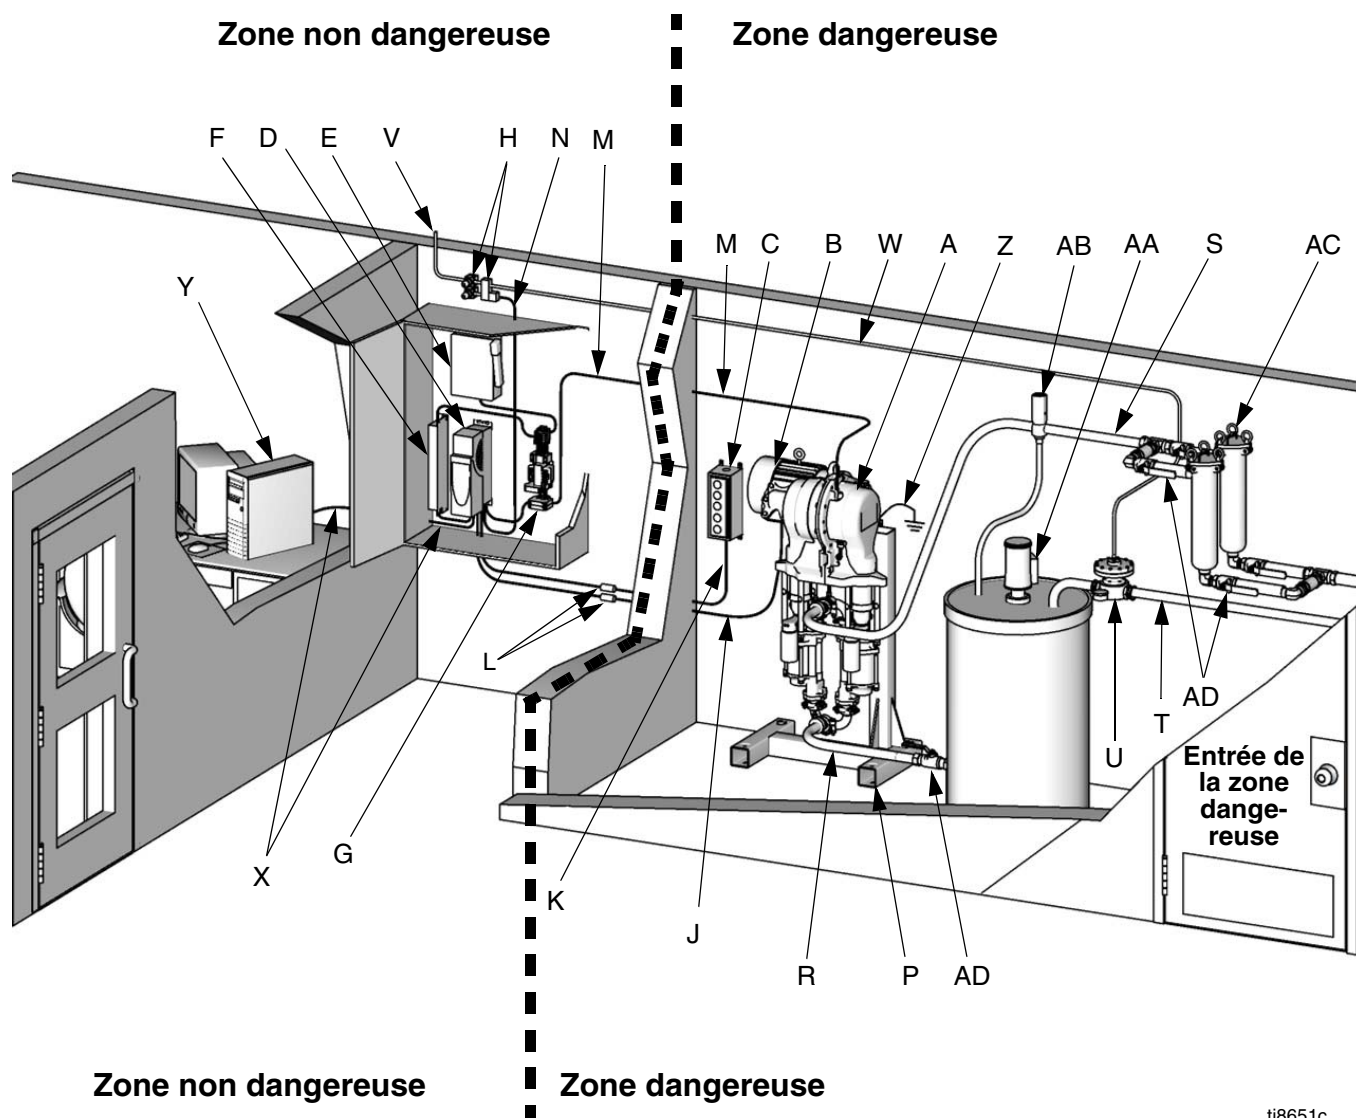

FIG. 3 : Installation classique
La FIG. 3 représente l'agencement d'un système nord-américain classique. La pompe (A) peut être commandée par un boîtier de commandes locales (C) installé dans la zone dangereuse, grâce à un mécanisme d'entraînement à fréquence variable (D) installé dans la zone non dangereuse, ou être commandée à distance par l'intermédiaire d'un ordinateur (Y). Consultez les informations concernant l'installation de la pompe et de ses accessoires dans le manuel 311592.